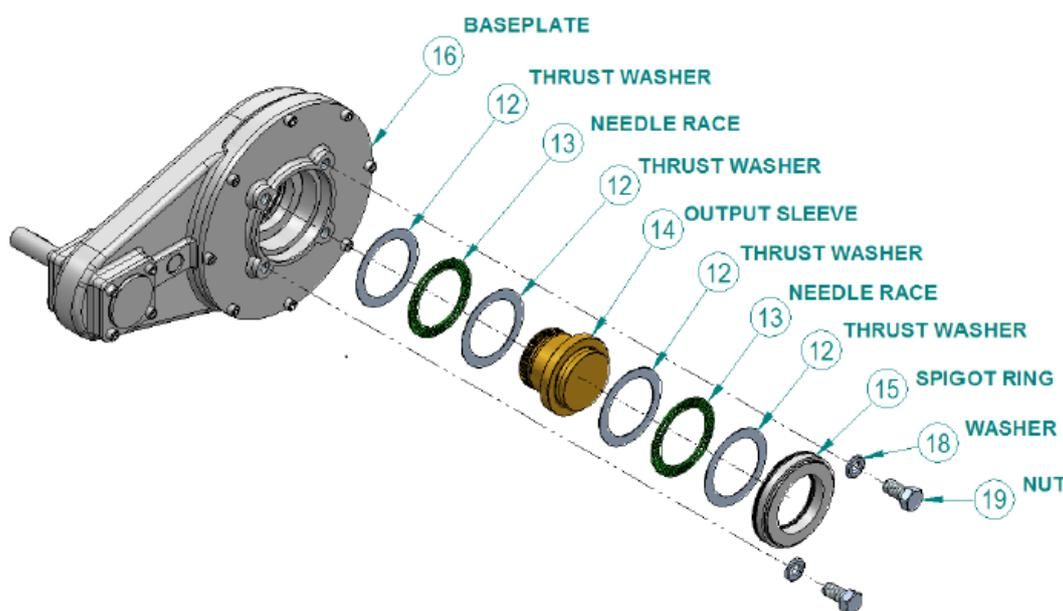

Bild 8: Zusammenbau der Getriebeausgangsbuchse
Siehe Bild 8: Beachten Sie, dass die Ausgangsbuchsen-Anordnung bei IB- und IS-Getrieben identisch ist. Die Buchse (14) kann leicht vom Getriebe entfernt werden, indem zuerst der lockere Arretierungsring (15) von der Grundplatte (16) entfernt wird. Es kann erforderlich sein, auf die mit „C“ gekennzeichnete Fläche etwas Druck auszuüben, um die Buchse zu entfernen.
1. Vergewissern Sie sich, dass die bearbeitete Ausgangsbuchsenheit korrekt an das Getriebe montiert ist (Siehe Bild 8).